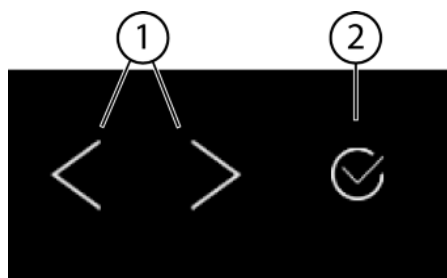
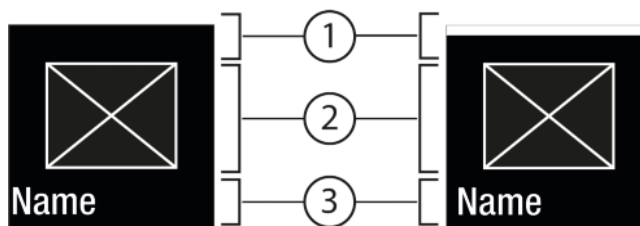
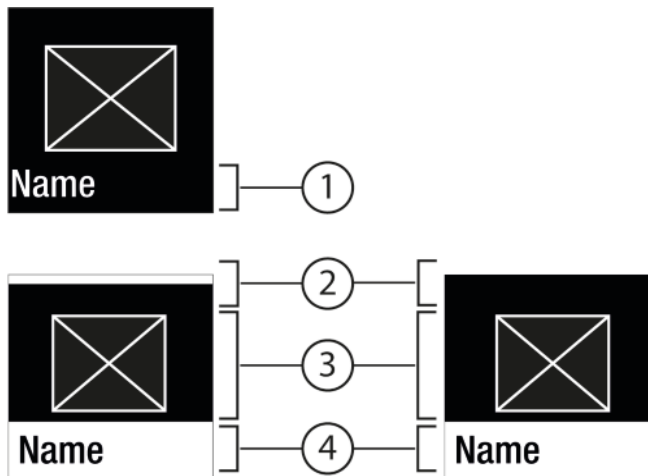

Fig. 6
Fig. 7
Fig. 8
- (1) Навігаційна стрілка ліворуч/праворуч
(2) Підтвердити
Навігаційна стрілка ліворуч/праворуч: Fig. 6 (1):
Підтвердження Fig. 6 (2):
- Переходити навігаційною стрілкою ліворуч/праворуч Fig. 6 (1).
- Через Підтвердити Fig. 6 (2) функцію / налаштування активувати Fig. 7 (1) / деактивувати Fig. 7 (1).
- Натиснувши Підтвердити Fig. 6 (2) викликати підменю Fig. 8 (4).
- Налаштувати нове значення: Натиснувши Підтвердити Fig. 6 (2) вибрати деактивоване значення Fig. 7 (1).
- Назад в меню: Натиснувши Підтвердити Fig. 6 (2) вибрати вже активоване значення Fig. 7 (2).
- ▶ Натискайте навігаційні стрілки Fig. 6 (1) до появи функції.
- ▶ Натисніть Підтвердити Fig. 6 (2).
- ▶ Навігаційною стрілкою Fig. 6 (1) вибрати значення налаштування.
- ▷ Статус: активовано Fig. 7 (1) з'являється скоро в підменю Fig. 8 (4).
- ▶ Натискайте навігаційні стрілки *Fig. 6 (1)* до появи налаштувань .
- ▶ Натисніть Підтвердити *Fig. 6 (2)*.
- ▶ Натискайте навігаційні стрілки *Fig. 6 (1)* до появи потрібного налаштування.